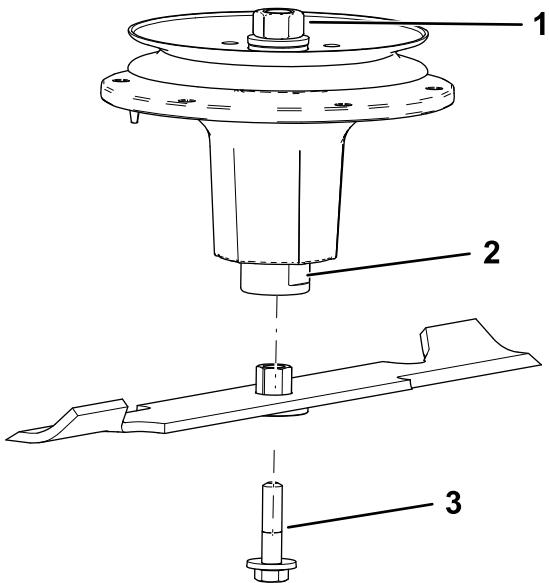

Figura 89
2. Instale el conjunto de buje/cuchilla en el eje (Figura 89).